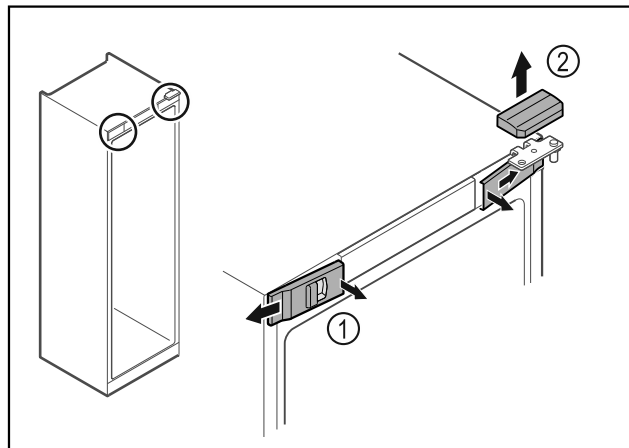

Fig. 14
- ▶ Trekk de innvendige dekslene foran Fig. 14 (1) ut av stilling, og ta dem av sidelengs.
- ▶ Trekk det øvre dekselet Fig. 14 (2) opp og av.